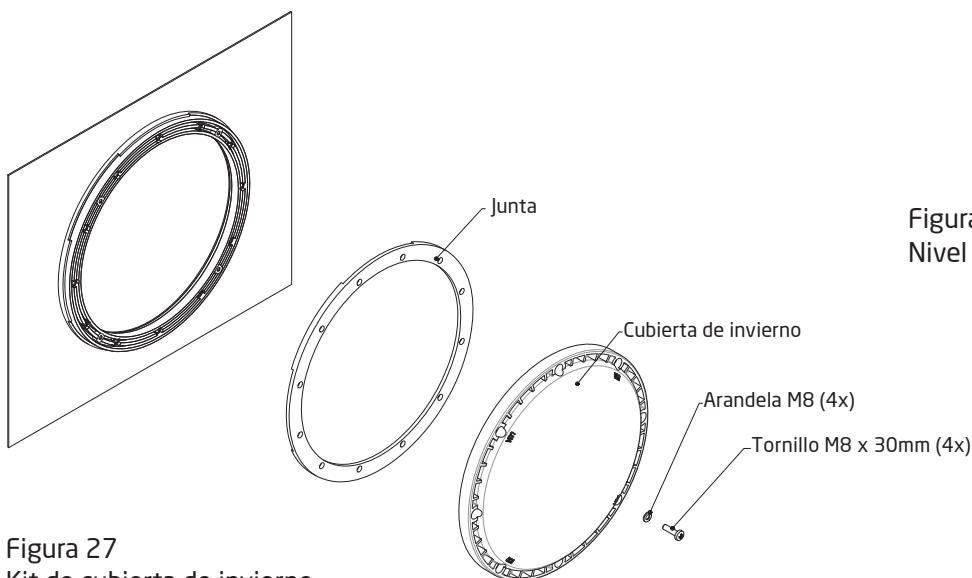

Figura 27
En áreas sujetas a temperaturas heladas, usted debería proteger su equipo. Le recomendamos que compre un kit de cobertura de invierno pieza#2326000010K. Este kit incluye una (1) placa de invierno, una (1) junta, cuatro (4) arandelas M8, y cuatro (4) tornillos M8 x 30mm. (Ver Figura 27)